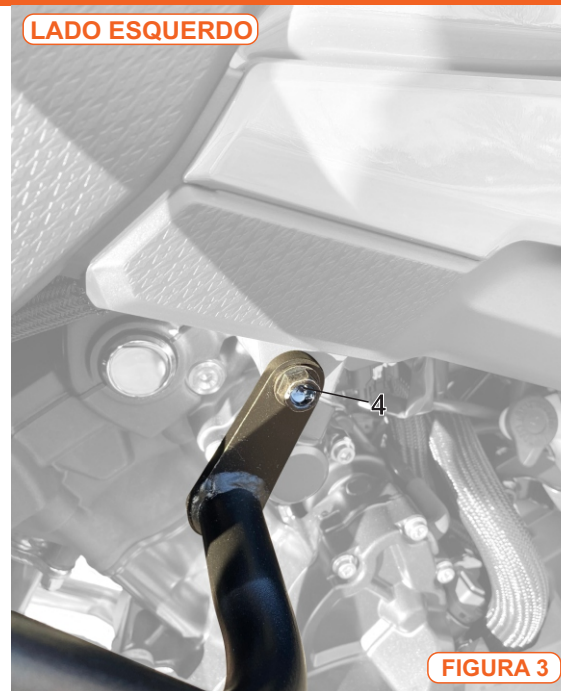

FIGURA 3
- Para o parafuso da figura 3 utilizar torquímetro regulado com 60 N.m